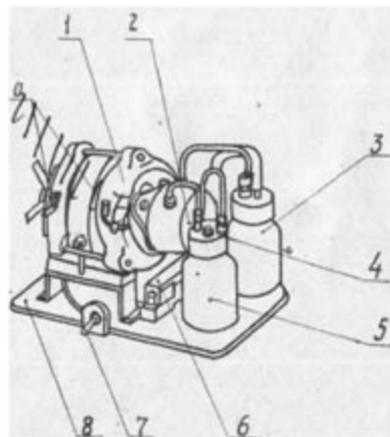
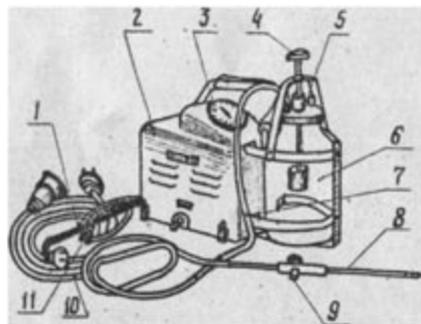

Рис.1. Механизм электроотсосывателя .
Рис.2. Электровасосыватель.
41. Электроотсасыватель представляет собой переносной электро-механический аппарат состоящий из вакуумного насоса 2 /рис.1/, электродвигателя 1, вакуум-резервуара 3, масленки насоса 5, вакуумметра 3 /рис.2/ и приемного сосуда 6.
Для обеспечения плавной работы электроотсасыватель имеет вакуум-резервуар, служащий одновременно предохранителем от случайного попадания жидкости. Масло засасывается из масленки насоса и циркулирует между насосом и масленкой. Заливка масла в масленку производится через пробку 4 /рис.1/.
В специальной корзине, укрепленной на кожухе электроотсасывателя, помещен приемный сосуд. На крышке приемного сосуда имеются штуцеры для присоединения шлангов и вентиль 5 /рис.2/ для регулирования глубины вакуума. На крышке укреплен поплавковый предохранительный клапан, автоматически перекрывающий всасывающий патрубок при накоплении жидкости до предельного уровня. Клапан предохраняет от попадания жидкости в вакуум-резервуар насоса.
Трубка аспирационная 8 /рис.2/ вставляется в замок крана 9 и соединяется с приемным сосудом при помощи шлангов /резиновых медицинских вакуумных трубок/ 7. Между резиновыми трубками вставлена соединительная прозрачная трубка для контроля прохождения жидкости. Объем отсосанной жидкости показывает шкала с делениями нанесенными через каждые 100 мл, укрепленная на корзине.
6.2. Залить масло в масляном электродвигателя, сняв колпачок /рис.1/.
6.6. Установить необходимый вакуум при помощи вентиля 5 /рис.2/.
6.7. Для удаления жидкости из приемного сосуда выключить электроотсосыватель. Отвернуть винт 4 /Рис.2/, приймающий крышку армного сосуда, и отвести в сторону скобу. Снять крышку и вынуть из корзины приемный сосуд,